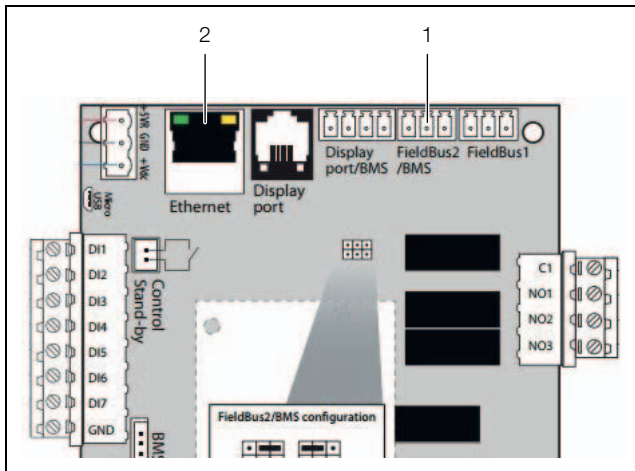

Abb. 22: Anschlüsse
- Verwenden Sie auf der Platine den Anschluss „Field-Bus2“ (Abb. 22, Pos. 1), um das Gerät mit einem Überwachungsgerät zu verbinden.
- Verwenden Sie auf der Platine den Anschluss „Ethernet“ (Abb. 22, Pos. 2), um das Gerät über Webseiten mit einem Überwachungsgerät zu verbinden.